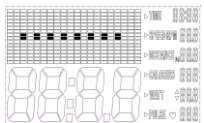
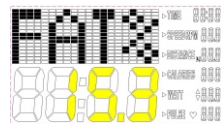
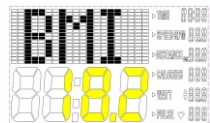
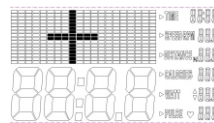

图23
图24
图25
图26
8. 于STOP状态按BODY FAT键时，进行测脂功能时先显示UX，2秒后显示“----”“----”表示未握电极把手，当握紧电极把手后显示“----”(图23)表示已侦测到讯号，在8秒后每3秒SCAN显示测脂结果FAT%(图24)，BMI(图25)，肥胖瘦符号(图26)。